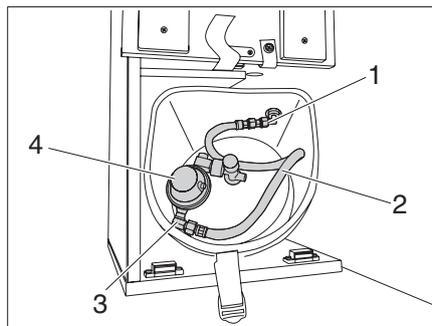

Fig. 58 Tubo flessibile del gas con regolatore della pressione del gas
- Utilizzare esclusivamente regolatori della pressione del gas speciali (Fig. 58,4) muniti di valvola di sicurezza e pensati per l'uso nei veicoli (previsti nella dotazione standard dei veicoli nuovi). Altri tipi di regolatore della pressione del gas non sono ammessi.
- Avvitare il raccordo a gomito (Fig. 58,3) al tubo flessibile del gas (Fig. 58,2).
- Avvitare il regolatore della pressione del gas (Fig. 58,4) al raccordo a gomito.
- Avvitare il tubo flessibile del gas (Fig. 58,2) con regolatore della pressione del gas all'attacco (Fig. 58,1).